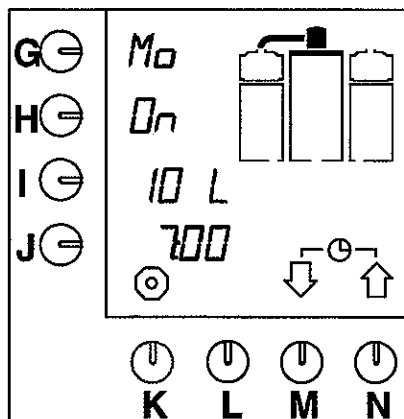

Fig. 13 Timer til ventetilstand
- Uret i displayet begynder at blinke, og automaten vil lave kaffe på det indstillede tidspunkt. Ventetilstanden vises i displayet (fig.13).